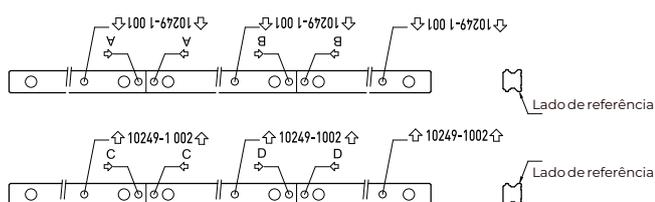
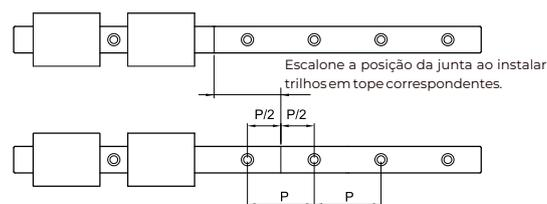

Figura 3
Figura 4
- Junção de trilho em tope: O trilho em tope deve ser instalado seguindo a seta e o número ordinal marcados na superfície de cada trilho, conforme mostrado na figura 3. Para evitar problemas de precisão devido a discrepâncias entre os 2 trilhos, como no caso de pares correspondentes de trilhos em tope, as posições das juntas devem ser escalonadas, conforme mostrado na figura 4.